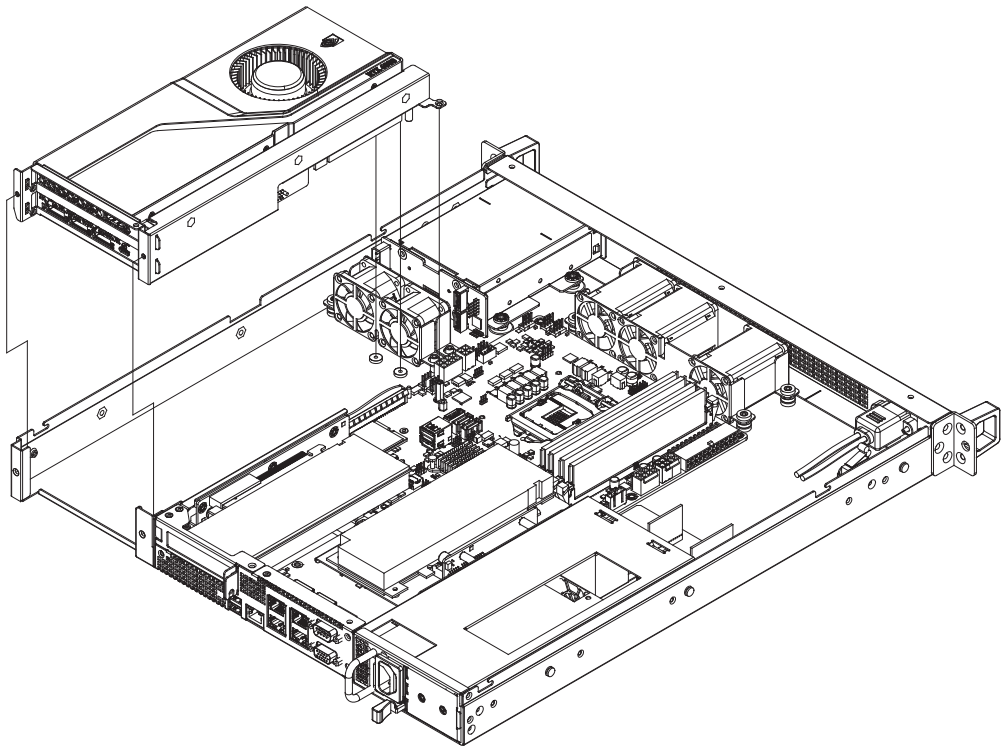

Figure 2.19 LR Module Assembly with Chassis/
5. 透過後窗 2 顆螺絲與機箱內部 3 顆螺絲鎖附固定 LR 模組與機箱（如图 2-19 所示）。